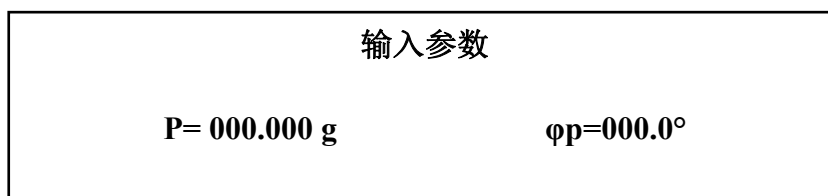
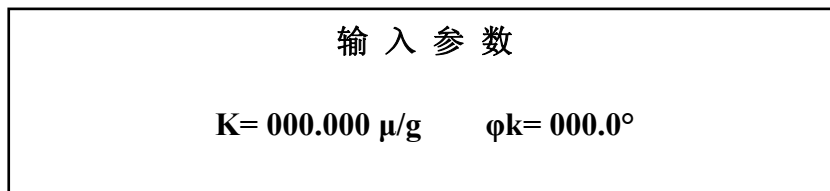

图 4-11
图 4-28
按|执行|键，屏幕显示如图 4-11。
(6) 在图 4-11 中，按动▲或▼键，可以使大光标在 P 值、g、 φ 值之间切换；按动◀或▶键，可以使小光标 “_” 在各位之间切换；按动|+|或|-|键，可以改变各位的数值，或将 g 与 Kg 之间互相切换。
(2) 按|执行|键, 屏幕显示如图 4-28。
(3) 在图 4-28 中输入 K 及 ϕ_k 值, 输入方法与图 4-11 相同。
(5) 制动转子，在转子上以磁钢标志为起点逆转速方向转过φm 角度的位置上，加质量为 M 的配重。
(6) 启动转子。在图 4-31 中选择<继续>，按|执行|键，屏幕显示如图 4-28。以下重复过程 (3)、(4)，可以看到振动量 A 值和剩余不平衡量 M 值都已经大大减小。如果振动量 A 值或剩余不平衡量 M 值还没有达到要求，则重复过程 (5) 和过程 (6)，直至达到要求为止。